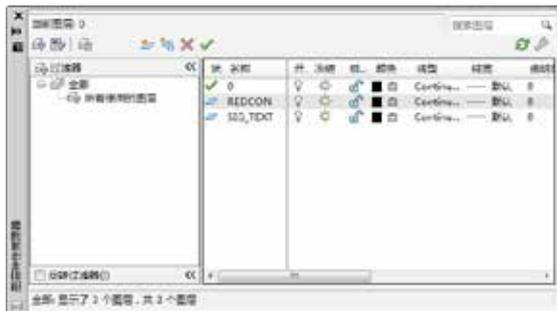

图3-44 【图层特性管理器】对话框
- 02 调用LA【图层特性】命令，打开【图层特性管理器】对话框，如图3-44所示。